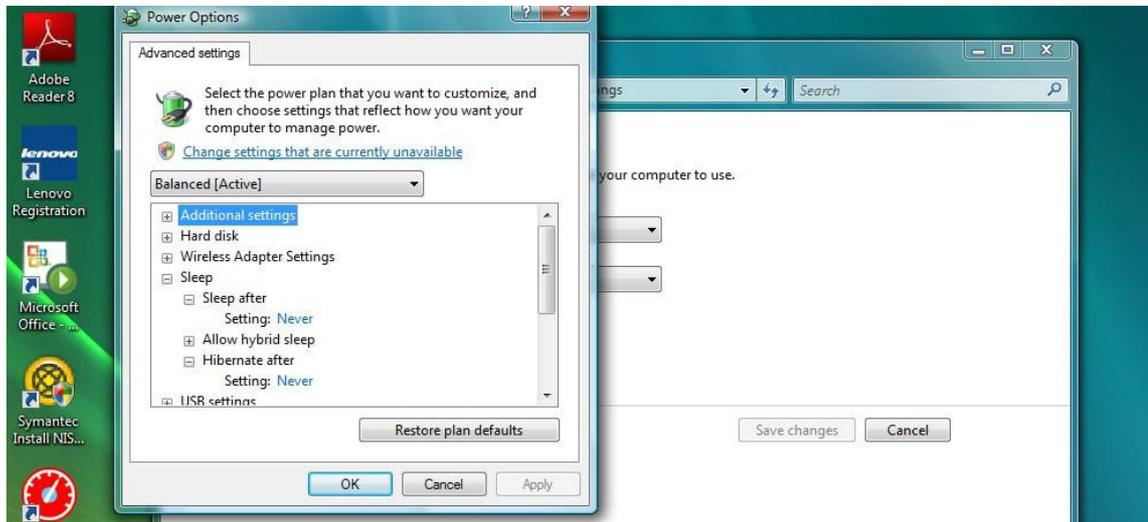

ABB. 36
- Suchen Sie in der Durchlaufliste nach „Energie sparen“ (ABB. 36). Ändern Sie „Deaktivierung nach“ in „NIE“ und die Einstellung „Ruhezustand nach“ ebenfalls in „NIE“.
- Klicken Sie auf die Schaltfläche „Anwenden“, um die Änderungen zu speichern. Klicken Sie dann auf die Schaltfläche „OK“ (ABB. 36).